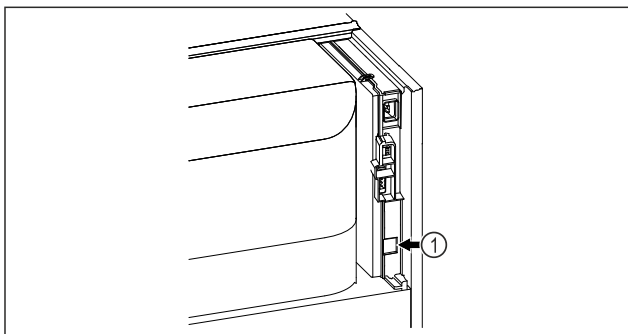

Fig. 179
- SmartModule Fig. 179 (1) 已使用。